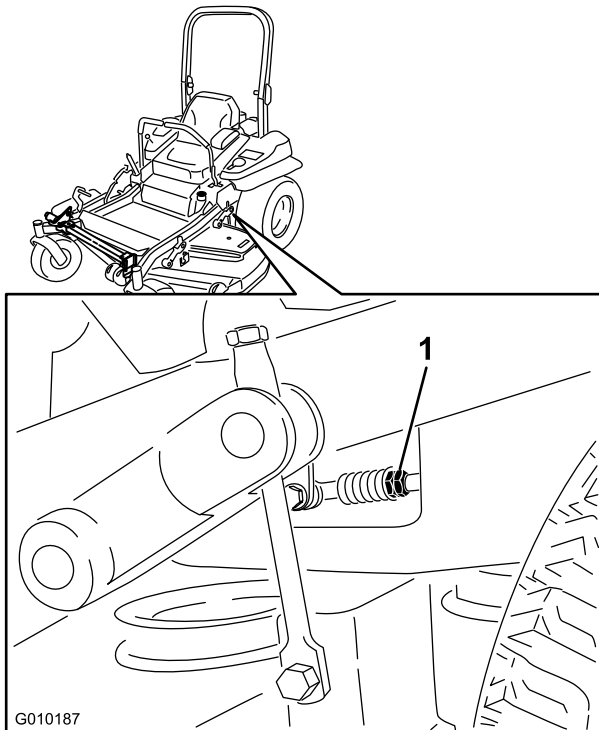

Figure 86
8. Réglez la longueur des tiges de commande de pompe en tournant les doubles écrous dans le sens voulu jusqu'à ce que les roues tournent légèrement en arrière (Figure 86).